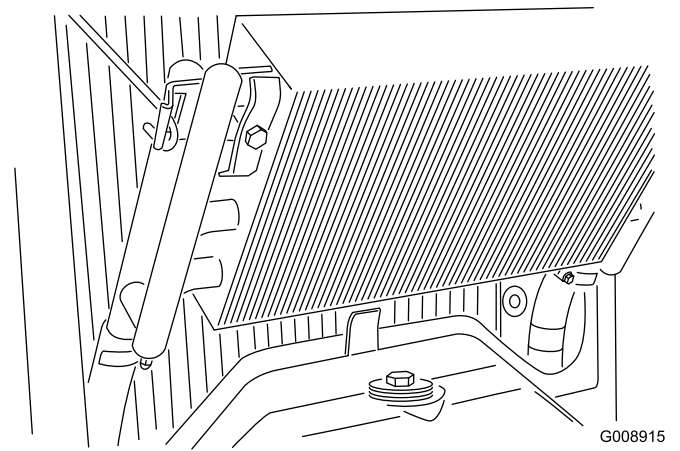

Figura 51
3. Desenganche el enfriador y gírelo hacia atrás (Figura 51). Limpie a fondo ambos lados del enfriador de aceite y la zona del radiador con agua o aire comprimido. Gire el enfriador a su posición inicial.